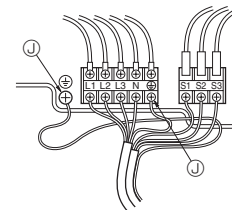

Fig. 7-2
7.1. Appareil extérieur (Fig. 7-1, Fig. 7-2)